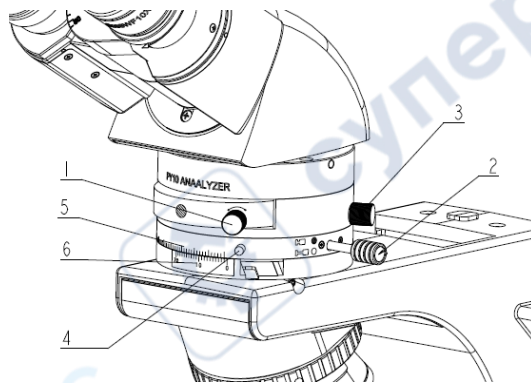

Рис. 13
1. Использование линзы Бертрана (рис.13).